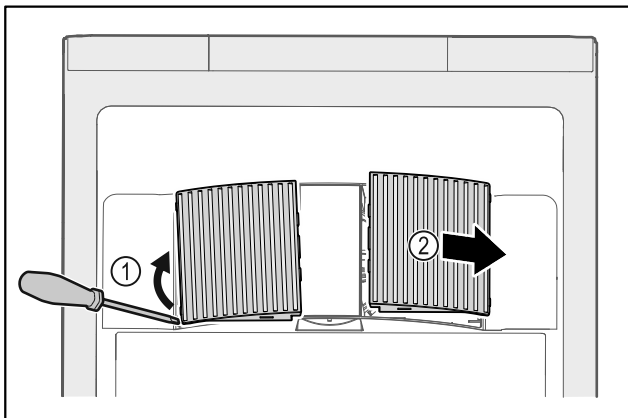

Fig. 142
- ▶ Осторожно подденьте крышки вентилятора сбоку Fig. 142 (1) и снимите их движением вперед Fig. 142 (2).